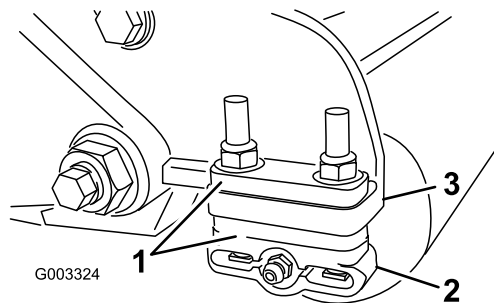

Рисунок 12
1. Отрегулируйте кронштейны заднего валика (**Рисунок 12**) на необходимый диапазон высоты скашивания путем установки необходимого количества проставок под монтажный фланец боковой пластины (**Рисунок 12**) в соответствии с **Таблицы выбора высоты скашивания и неподвижного ножа** (страница 14).